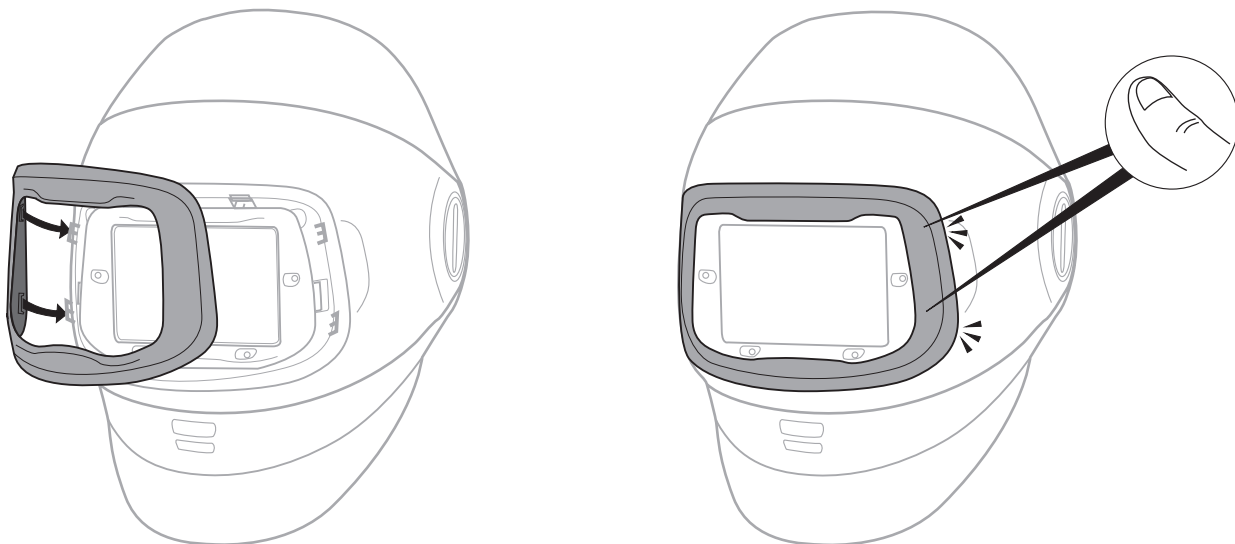

Fig. 21k
- h. Enfin, réinstaller le cadre du filtre externe en l'accrochant sur la gauche (toujours en veillant à ce que le masque de soudeur soit face à vous) et le pousser fermement en place à droite, jusqu'à ce qu'un déclic se fasse à nouveau entendre. (Fig. 21k).